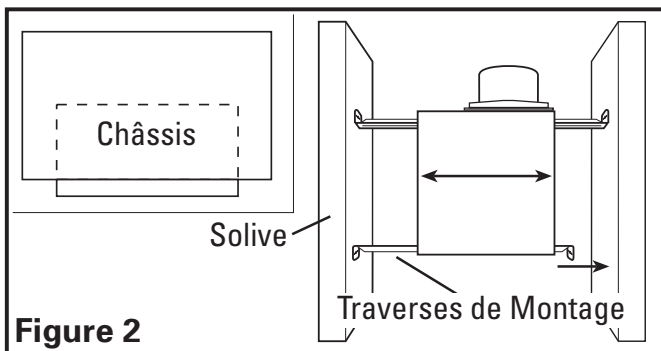

Figure 2
- Installer les traverses sur le châssis et positionner le châssis près de la solive. Aligner le châssis pour qu'il soit à effleurement avec le plafond fini. Fixer les extrémités des traverses avec des clous ou des vis (non-comprises) aux solives et glisser le châssis à sa position finale (**Figure 2**).
dissimulés ou autres utilités. Installer les traverses sur le châssis et positionner le châssis dans le trou percé précédemment afin qu'il soit à effleurement avec le plafond fini. Fixer les extrémités des traverses aux solives (**Figure 2**).